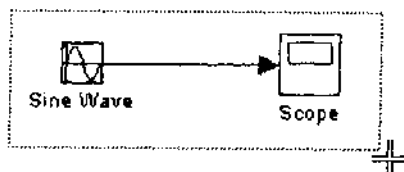

图 6-25
(2) 拖动鼠标,把鼠标指针移到方框起始角的对角上,如图 6-25 所示。